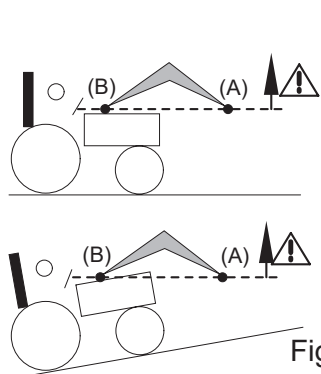

Fig. 2
- Verlies tijdens het heffen en het verplaatsen de lading niet uit het oog vanaf het moment waarop het scharnierpunt van het werktuig (A) niet langer in het horizontaal verlengde van het scharnierpunt van de frontlader (B) ligt (zie Afb. 2). Corrigeer indien nodig de positie van het werktuig zodat de lading nooit naar de bestuurder gericht wordt (zie Afb. 3).
! GEVAAR: als de lading niet goed vastgezet is, loopt de operator gevaar dat de lading valt wanneer het scharnierpunt van het werktuig (A) niet langer in het horizontaal verlengde van het scharnierpunt van de frontlader (B) ligt (zie afb. 2).
GEVAAR: het is verboden de frontlader te kiepen wanneer het scharnierpunt van het werktuig (A) niet langer in het horizontaal verlengde van het scharnierpunt van de frontlader (B) ligt (zie afb. 2).